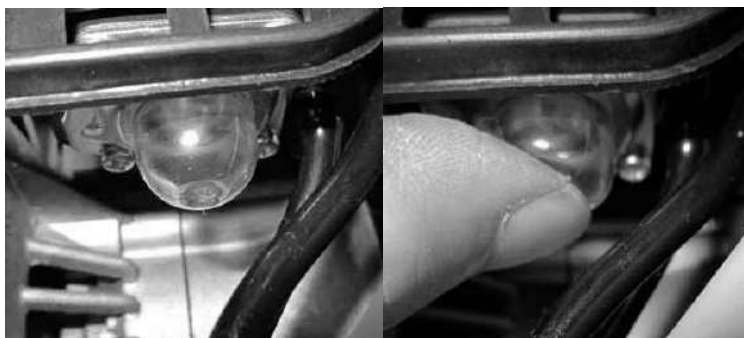

Fig.12
- 9) Pressione a bomba de combustível várias vezes até que ela esteja cheia de combustível. (fig.12)